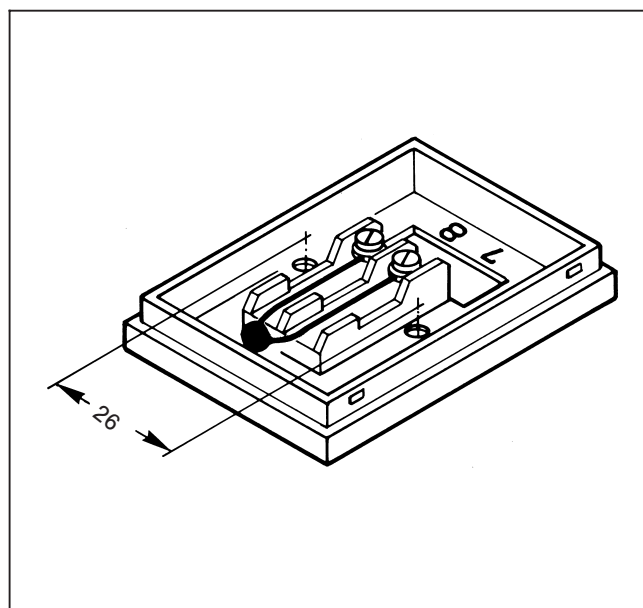

Fig. 2
- 2.2 Fest romtemperaturføleren på et egnet sted med vedlagte skruer og plugger (fig. 2).